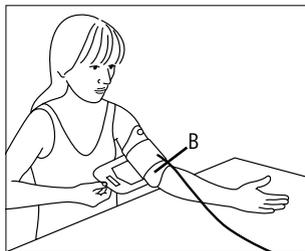

Fig. 2
- Decupajul B (consultați fig. 2) de pe manșetă aflat pe partea opusă clapetei de prindere, ar trebui să se așeze în zona plicii cotului. Furtunul trebuie poziționat pe mijlocul plicii cotului, orientat înspre palmă.